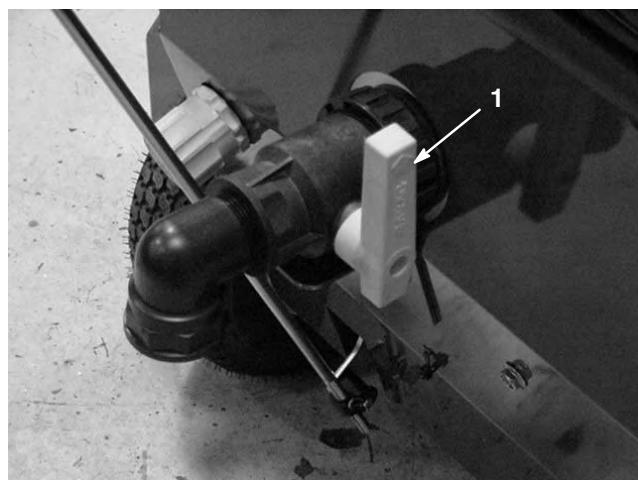

Bild 29
3. Öffnen Sie das Ablassventil am Farbbehälter (Bild 29). Je mehr Sie das Ablassventil öffnen, desto mehr Farbe läuft ab.